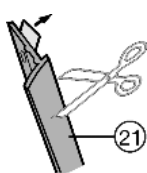

Fig. 9
- ▶ Наклейте облицовочную планку Fig. 9 (21) со стороны ручки заподлицо с лицевой стороной на боковую стенку устройства: снимите защитную пленку и наклейте облицовочную планку.
- ▶ При необходимости укоротите декоративную планку Fig. 9 (21) по высоте ниши.
- ▶ Установите декоративную планку Fig. 9 (21) точно под крепежным уголком Fig. 6 (22).